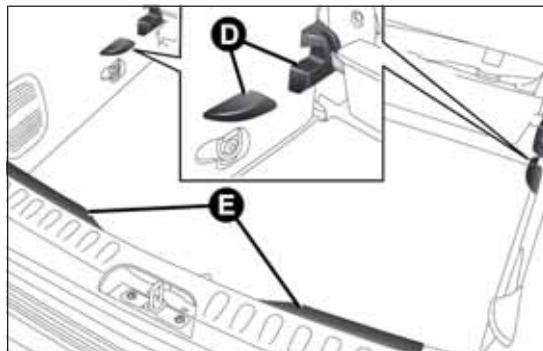

fig. 95
- successivamente riposizionare correttamente il piano B nelle relative sedi D fig. 95 presenti sui fianchetti laterali e sulla traversa posteriore E.